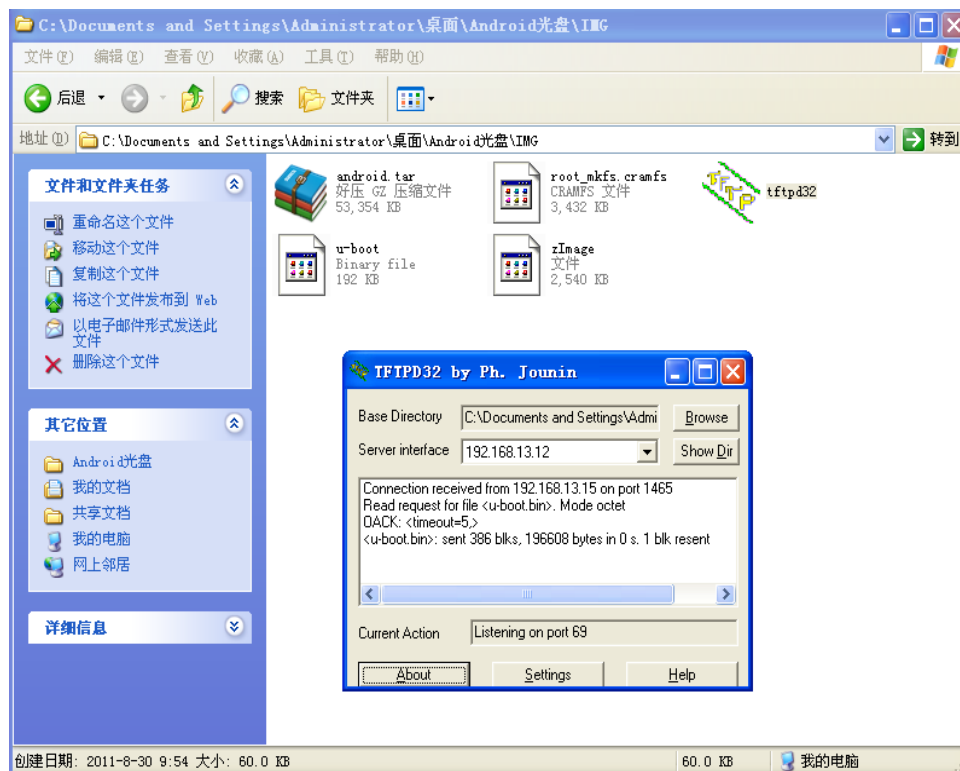
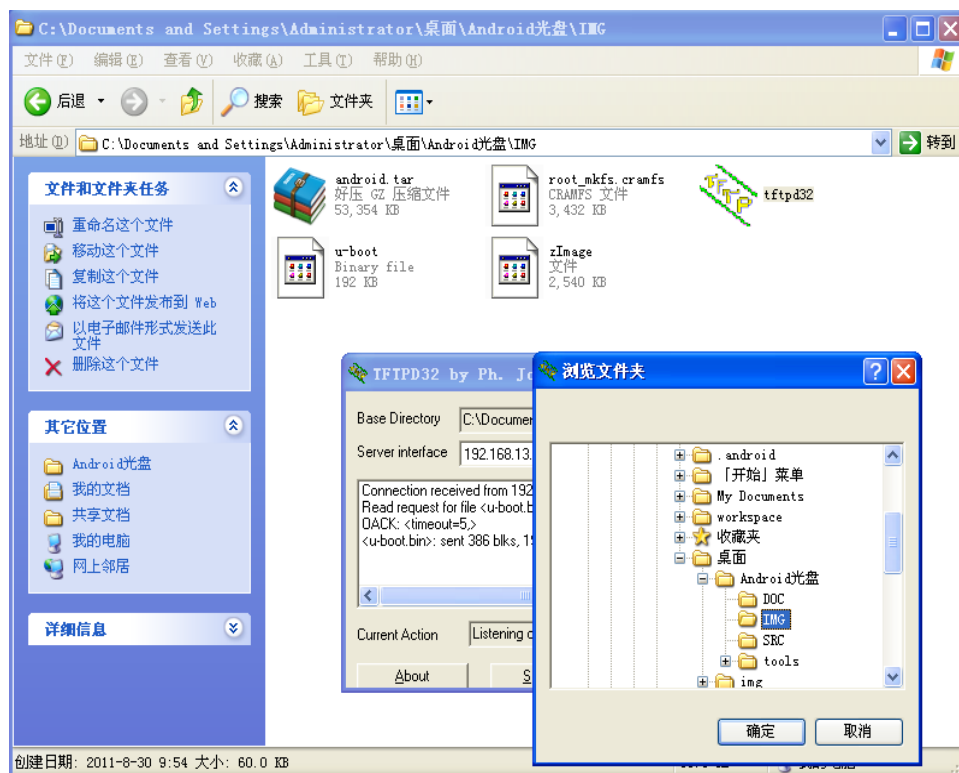

图 11
图 12
(3) 更新 U-BOOT, 在 PC 机端打开 TFTP32.exe 软件(在光盘 IMG/目录下, 注意 TFTP32 搜索目录, 如在 IMG 目录下打开则无需特殊设置)如图 11 和图 12: